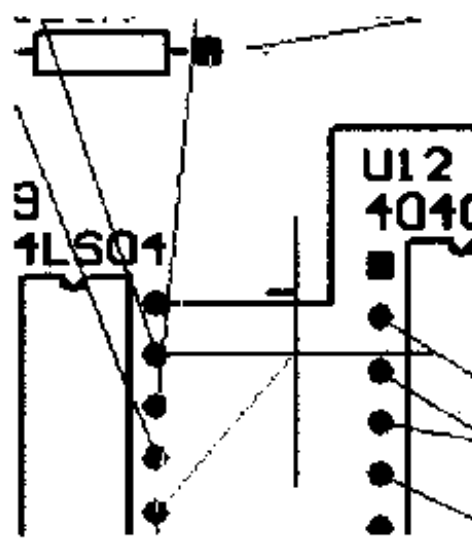

图 5-184 避免障碍
(2) **Avoid Obstacle**: 避免障碍。选择该项，则在系统布线遇到障碍时，系统会避免障碍，绕着布线过去。如图 5-184 所示，系统布线遇到障碍（同一层出现交叉导线）时，系统会避免障碍，使设计者不能从此布线，要布线必须绕着布线过去。